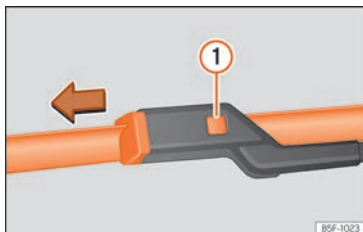

Fig. 85 Sostituzione delle spazzole dei tergicristalli.
- Mantenere premuto il tasto di sblocco » **fig. 85** **1** tirando leggermente la spazzola nel senso della freccia.